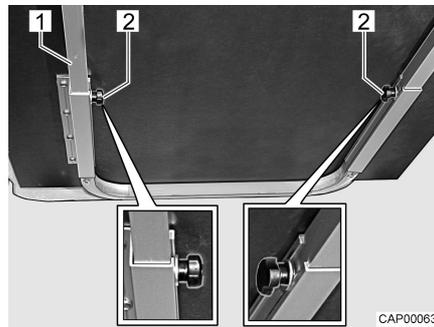

Fig. 27 Ampliación/desplazamiento de la mesa colgante
- Aflojar los tornillos moleteados (Fig. 27,2).
- Elevar el tablero de mesa ligeramente por delante y extraerlo hasta el tope. La prolongación de mesa (Fig. 27,1) está completamente extraída.
- Elevar el tablero de mesa ligeramente por delante y empujarlo hacia atrás hasta el tope. La prolongación de mesa (Fig. 27,1) está completamente introducida.